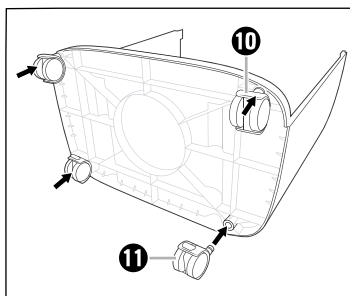

Fig. 1
- ◆ Monte as rodas **10** na parte da frente e as rodas com alavanca de fixação **11** na parte traseira da base do aparelho **15**. Pressione as rodas para baixo nos orifícios da base do aparelho **15** até engatarem de forma audível (ver fig. 1).